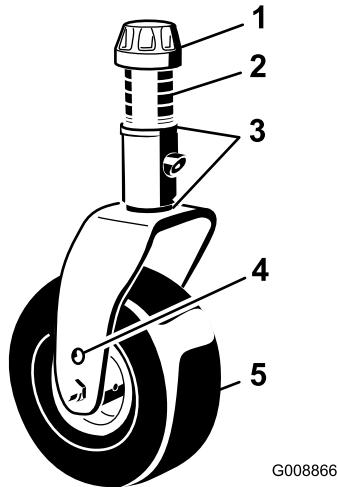
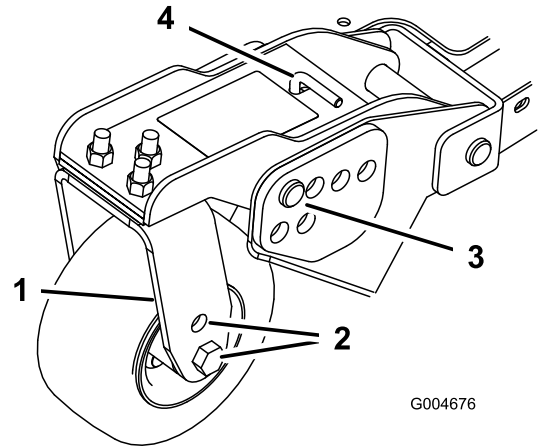
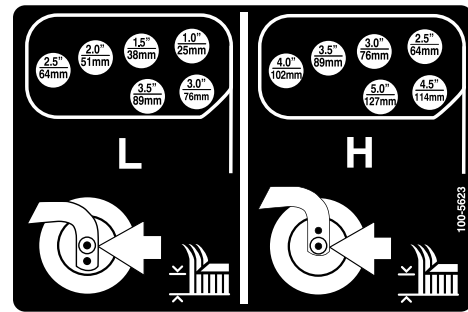

Figura 21
Figura 23
Figura 24
- Coloque los ejes de las ruedas giratorias en el mismo taladro en todas las horquillas (Figura 21 y Figura 23). Consulte en la tabla siguiente el taladro correcto para cada altura.
- Retire el casquillo tensor del eje (Figura 21) y deslice el eje fuera del brazo de la rueda giratoria. Coloque los dos suplementos (3 mm) en el eje de la misma forma
4. Retire el pasador de horquilla y las chavetas de los brazos de pivote de las ruedas giratorias (Figura 23).
5. Gire la varilla tensora para elevar o bajar el brazo de pivote hasta que los taladros estén alineados con los taladros seleccionados del soporte de ajuste de la altura de corte en el bastidor de la unidad de corte (Figura 23 y Figura 24).